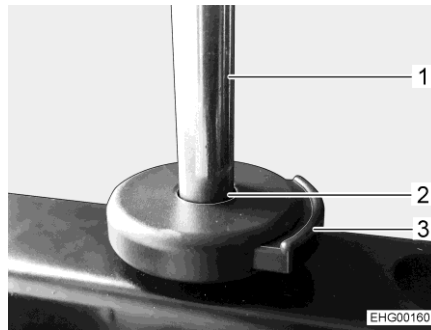

Fig. 19 Botón de desbloqueo (reposacabezas)
- Introducir las barras (Fig. 19,1) del reposacabezas en los soportes (Fig. 19,2).
- Pulsar el botón de desbloqueo (Fig. 19,3) y continuar empujando el reposacabezas a la posición deseada.
- Pulsar el botón de desbloqueo (Fig. 19,3).